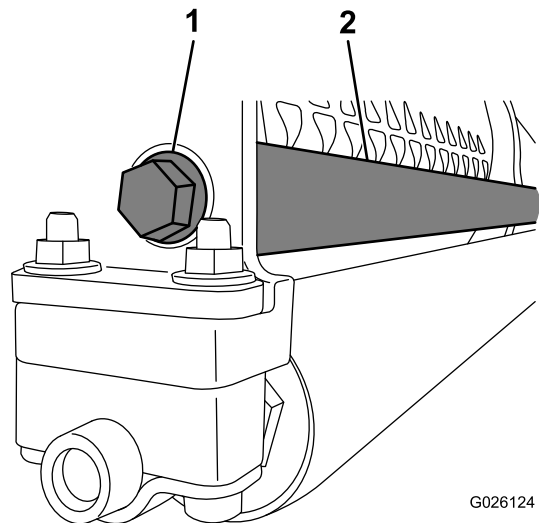

Bild 6
4. Befestigen Sie das Gewindeende der Stützstange mit einer Bundkopfschraube am Rahmen (**Bild 6**).